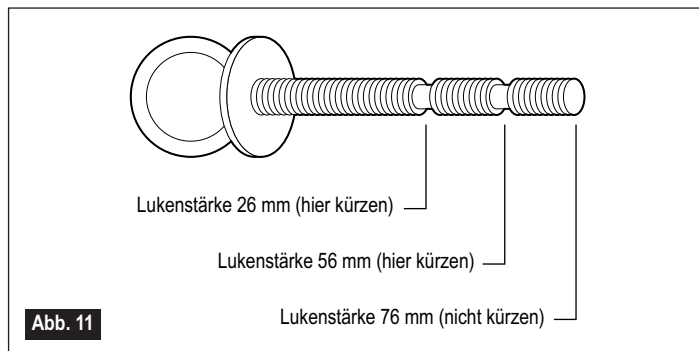

Abb. 11
- Die Schrauböse hat eine Länge von 82 mm, passend für Lukendeckel mit einer Stärke von 76 mm. Hat der Lukendeckel eine Stärke von 56 mm, sollte die Schrauböse zuvor um etwa 20 mm gekürzt werden. Drehen Sie nun die Schrauböse an der Unterseite des Lukendeckels in den Verschluss, bis sich die Rosette dem Lukendeckel genähert hat. Prüfen Sie bei geöffnetem Lukendeckel, ob die Falle des Schlosses leicht und für das spätere Öffnen und Schließen des Lukendeckels ausreichend ein- und ausfährt. Wenn die Schrauböse zu weit eingedreht wird, rastet die Falle des Schlosses nicht vollständig ein (Abb.11).